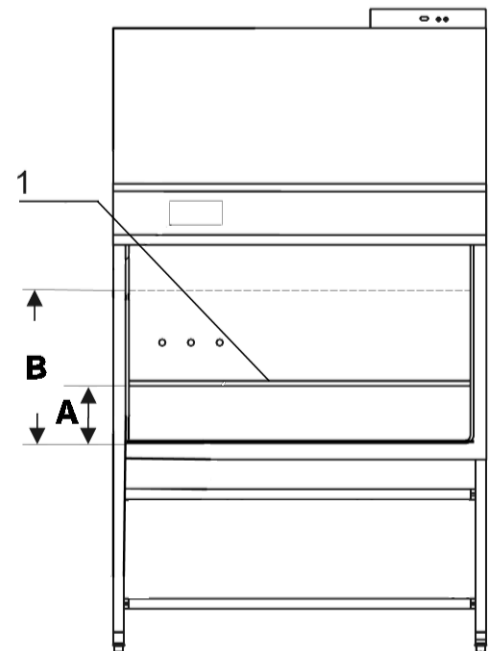

Fig. 6b
- **Fig. 6b:** Il vetro frontale ad azionamento elettrico [1] in vetro di sicurezza a più vetri, è integrato nella cornice del portello frontale. E' possibile aprirlo fino all'altezza di massima apertura **B** (480 mm). Per accedere alla camera dei campioni durante il processo di lavoro, il vetro frontale deve essere alzato fino alla posizione di lavoro, che corrisponde all'altezza di apertura **A** (200 mm).